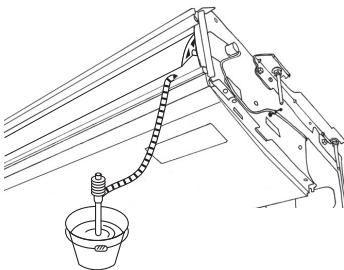

Fig. 5-3
1. Collegare la staffa di attacco ⑤ fornita con l'unità all'apertura di drenaggio con adesivo al cloruro di vinile.
2. Fissare il coperchio della staffa ⑥ fornito con l'unità alla staffa di attacco ⑤.
3. Fissare il tubo di drenaggio eseguito localmente (VP-20) alla staffa di attacco ⑤ con adesivo al cloruro di vinile.
4. Avvolgere il coperchio della tubazione di drenaggio ⑦ fornito con l'unità. (Fasciatura delle giunzioni)
- ④ Vaschetta di drenaggio
- ⑤ Tubazione di drenaggio
- ⑥ Coperchio della staffa ⑤
- ⑦ Coperchio della tubazione di drenaggio ⑦
- ⑧ Lunghezza dell'inserimento 37 mm
5. Controllare il corretto funzionamento del drenaggio. (Fig. 5-3)